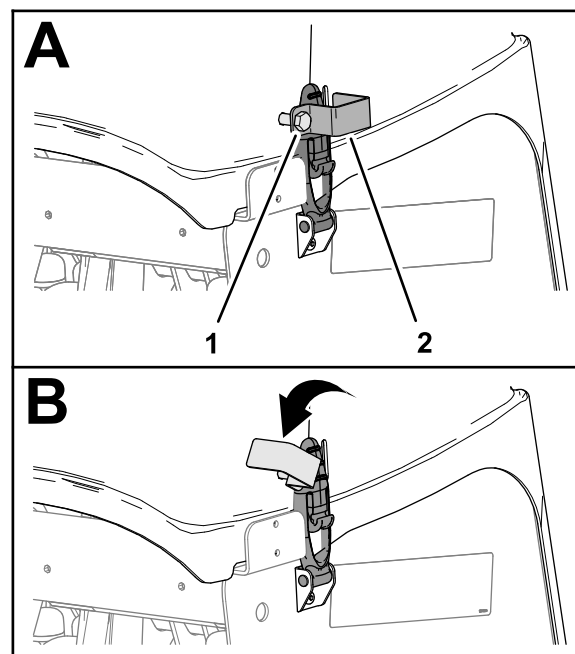

Figura 149
1. Si la máquina tiene seguros de cierre CE, afloje el perno de la placa del seguro hasta que la placa salga de la ranura en el lateral de la cubierta del cabezal de perforación (Figura 149).
2. Gire la placa del seguro para abrir el cierre (Figura 149).